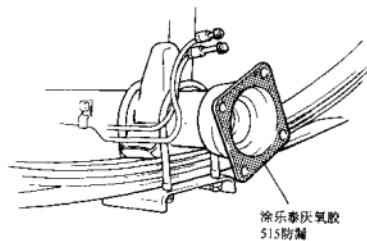

图 13-32
- (6) 用扳手松开加油螺塞，取出加油螺塞及加油螺塞垫圈。
- (7) 在后桥与制动底板的接合面处涂不透水的密封胶，见图13-32。